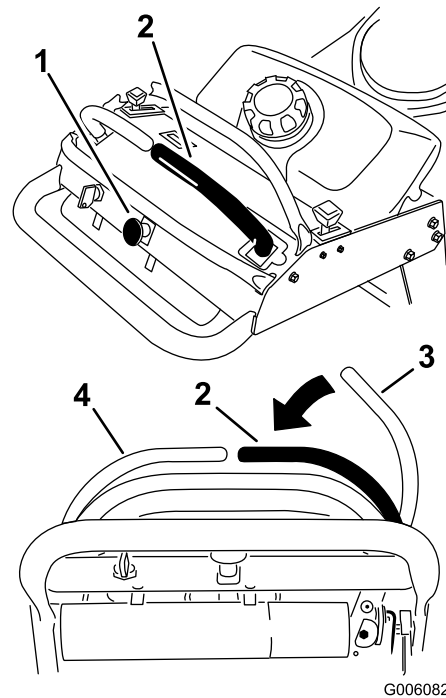

Figure 8
1. Pour engager les lames du plateau de coupe, placez le levier de commande de déplacement droit au centre, en position déverrouillée (Figure 8).